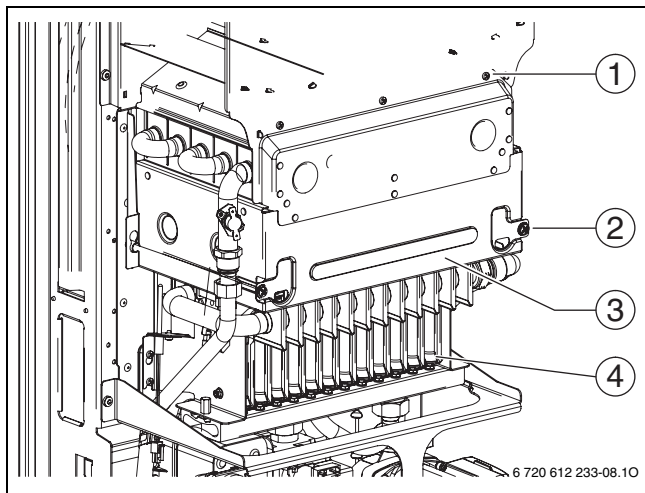

Fig. 41 Ouvrir le brûleur
- Retirer le panneau avant de la chambre de combustion et le brûleur (→ fig. 41).